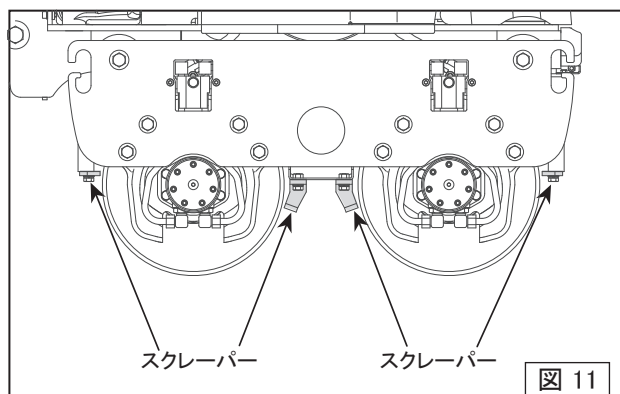

図 11
- 泥が詰まったり曲がったり、あるいは損傷していないかを確認してください。(図11)
- 必要に応じてドラムとスクレーパーの隙間を調整してください。(図11)